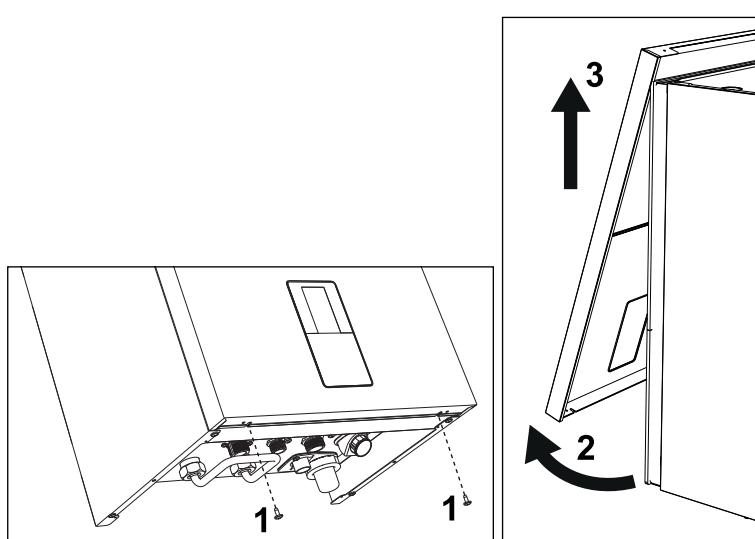

рис. 56- Открытие передней панели
1. Открутите винты 1 (см. рис. 56).